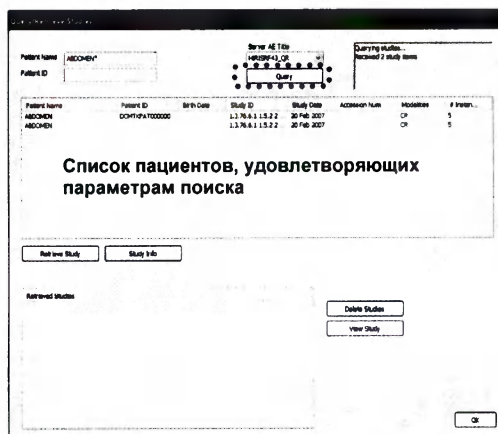

Рисунок 156
- кликните клавишу **QUERY** для отображения списка всех соответствующих исследований (см. рисунок 156).